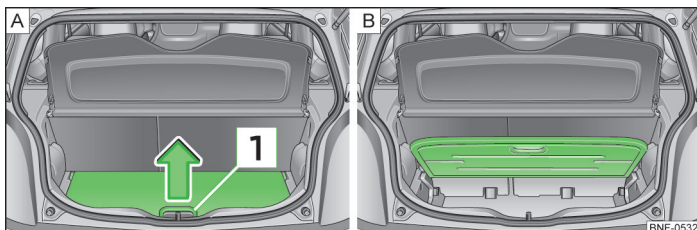

Fig. 46 Podeaua variabilă: deschiderea / rabatarea în sus
- ▶ Prindeți podeaua variabilă de mâner [1] și ridicați-o în sensul săgeții, până la opritor » fig. 46.